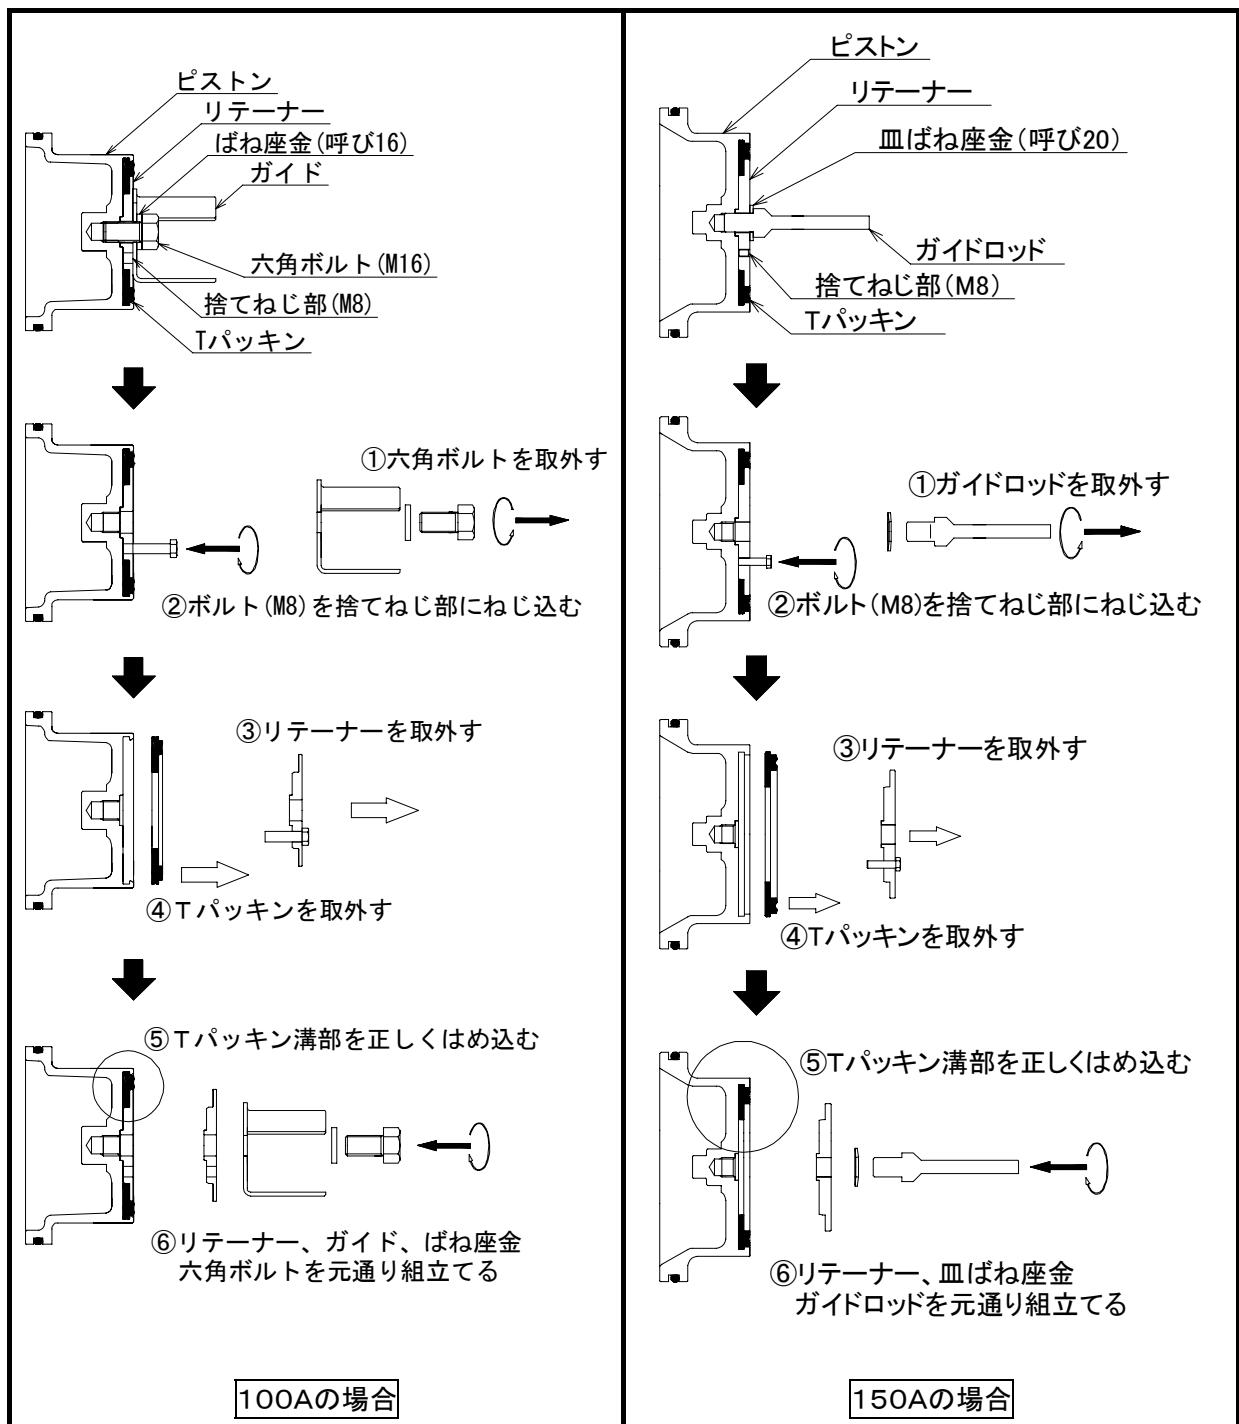

図14. Tパッキンの交換方法
(4)ピストンを取り外します。ピストンを取り外す際は、附属スピンドルレンチの「ピストン取外しめねじ」をご使用ください。下図のように、スピンドルレンチのハンドルを「スピンドル回し穴」側に取付け、「ピストン取外しめねじ」をピストン中央の凸部にねじ込み、スピンドルレンチを引き抜くとピストンを取出すことができます。このとき、場合によってはライナーも一体となり取出される場合があります。また、ピストンを取り外す際に、100Aの場合は「ガイド」、150Aの場合は「ガイドロッド」(18ページの図14を参照)の先端等でアラーム弁のシート面を傷つけないように注意してください。